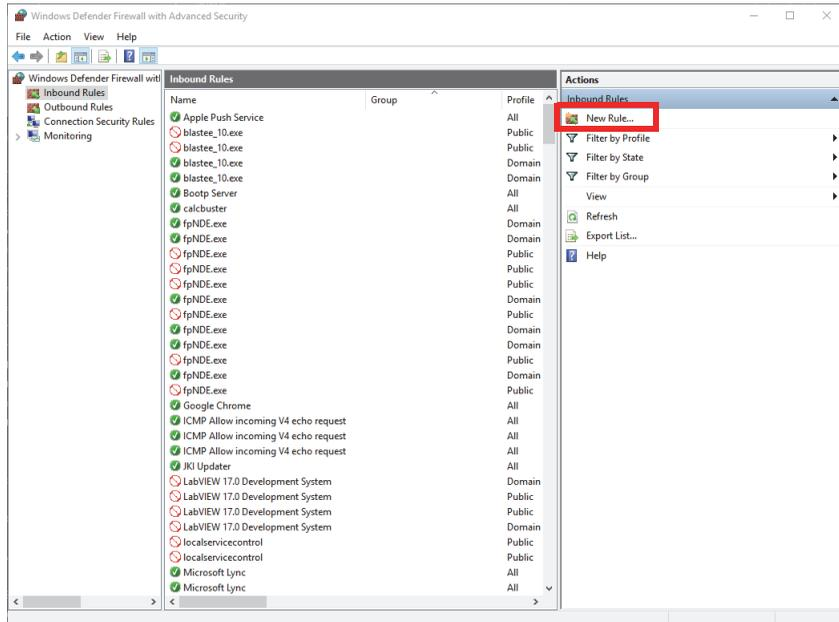

图 1-10 具有高级安全性的Windows Defender防火墙对话框示例
2. 在**Windows Defender Firewall with Advanced Security**（具有高级安全性的Windows Defender防火墙）对话框中，选择**Inbound Rules**（入站规则），然后选择**New Rule**（新建规则）（参见第31页的图 1-10）。